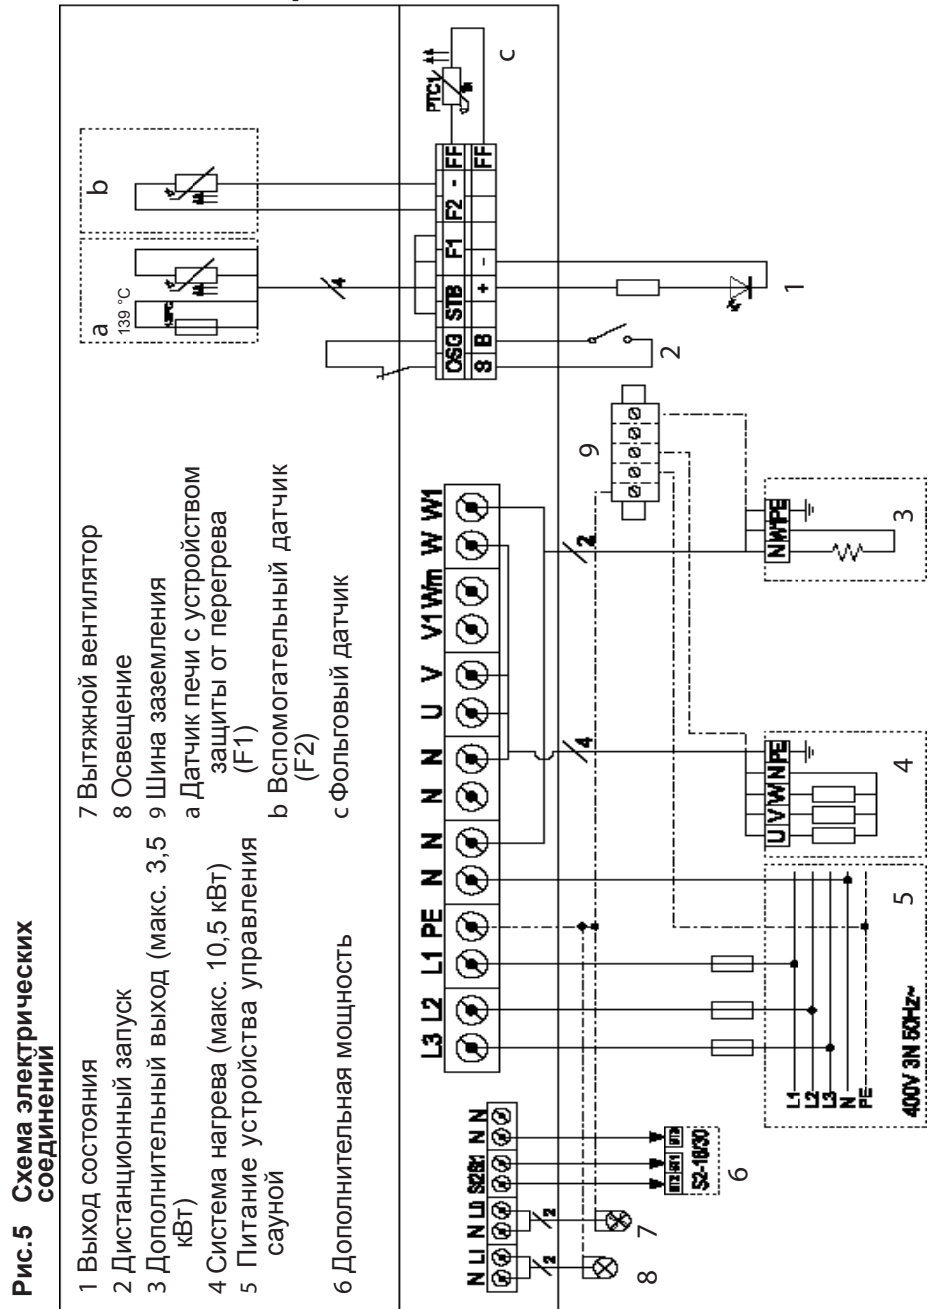

Рис.5 Схема электрических соединений
- Руководствуйтесь схемой электрических соединений (**Рис.5**) на стр. 26.